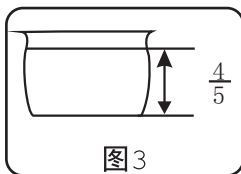
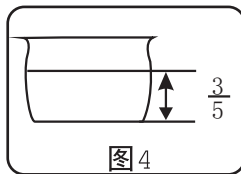
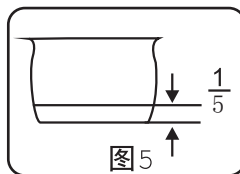

图3
图4
图5
- 2、取出内胆，将食物和水放入内胆中。食物和水不得超过内胆高度的4/5，水中易膨胀食物不得超过内胆高度的3/5，食物和水不得少于内胆高度的1/5。(见图3, 图4, 图5)